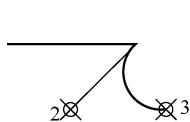
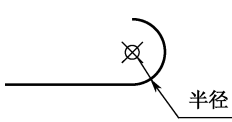

图 5-47 定弧线方向
图 5-48 弧线半径
④ “方向(D)”选项：指定弧线段的起始切线方向。如图 5-47 所示，在指定切向后，再指定圆弧的端点 3 绘制弧线段。
⑤ “半宽(H)”和“宽度(W)”选项：定义多段线的线宽。
⑥ “直线(L)”选项：退出“圆弧”选项转换为绘制直线段提示。
⑦ “半径(R)”选项：指定弧线段的半径。如图 5-48 所示，在指定半径后，再指定圆弧的端点绘制弧线段。